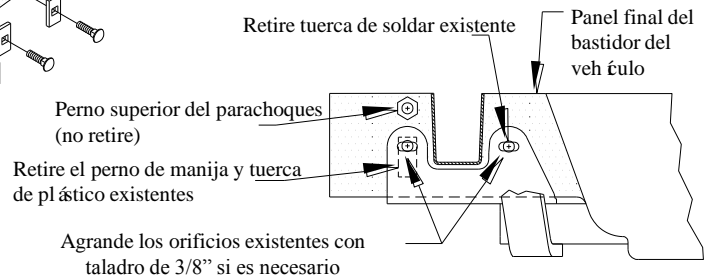

Figura 2
- Retire la tuerca de soldar existente del panel final en el lado interior del larguero del bastidor (ver figura 2).